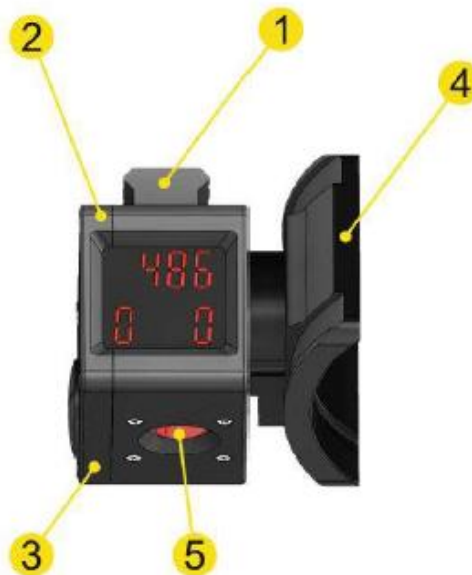

Рис. 1.11. Загальний вид прицілу
1.5.2 Електронний приціл EMS-1 (рис. 1.11) призначений для наведення міномета в ціль при стрільбі прямою наводкою, а також з положення «з руки» без двоноги.
Включення прицілу відбувається кнопкою живлення 5 (рис.1.11).